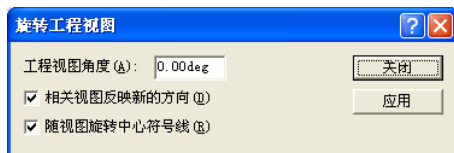

图 12-31 “旋转工程视图”对话框
- (1) 选择要旋转的工程视图。
(2) 单击右键, 在弹出的快捷菜单中选择“旋转视图”命令或按住鼠标中间, 在绘图区出现图标, 系统弹出的“旋转工程视图”对话框, 如图 12-31 所示。